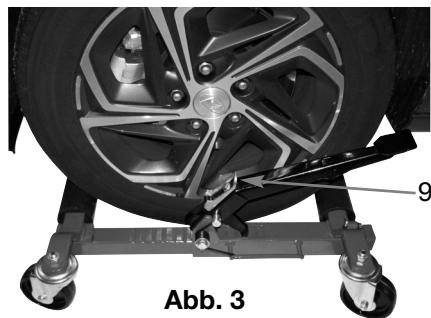

Abb. 3
4. Schieben Sie den Transportwagen in Richtung des Reifens, wo die Rollen der Basisbeinbaugruppen den Reifen überspannen und die Mitte des Reifens mit der Mitte jeder Rolle übereinstimmt (**Abb. 3**).
9. Drehen Sie die Verriegelung (9) (**Abb. 3**) nach vorne in Richtung Fußpedal und aktivieren Sie das Fußpedal weiter, bis die Rollen der Basisbeinbaugruppen den Umfang des Reifens freigeben. Entfernen Sie den Transportwagen.